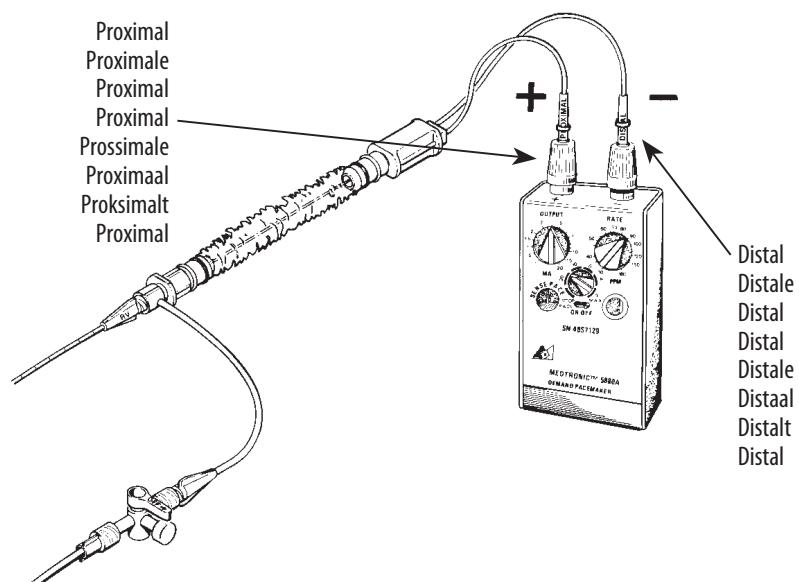

Figure 5. Connection of leads to an external pulse generator ■ **Figure 5.** Connexion de dérivations à un générateur d'impulsions externe
■ **Abbildung 5.** Anschluss der Elektroden an einen externen Impulgeber ■ **Figura 5.** Conexión de los electrodos a un generador de pulso externo
■ **Figura 5.** Collegamento delle derivazioni a un generatore di impulsi esterno ■ **Afbeelding 5.** Aansluiten van de leads op een externe pulsgenerator